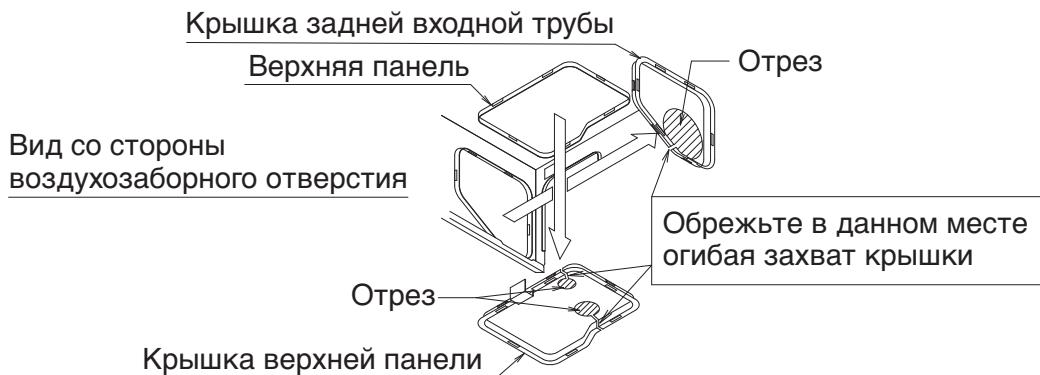
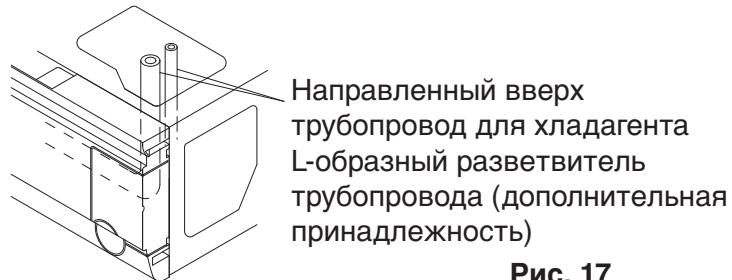
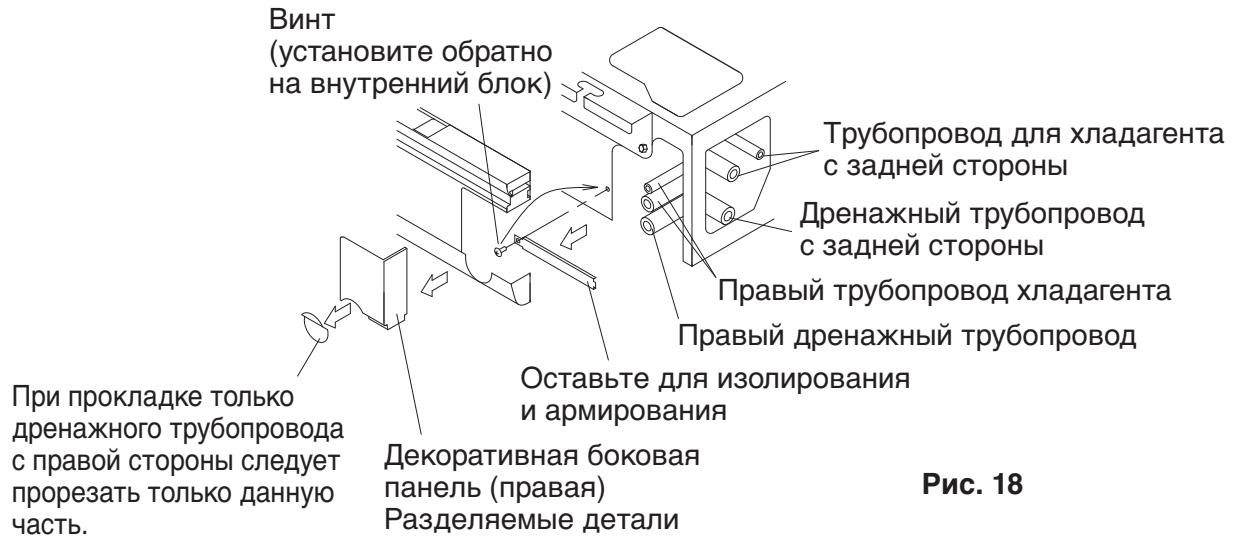
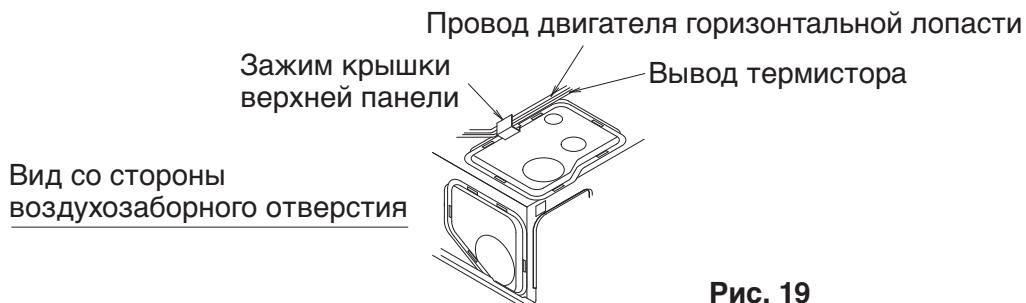

Рис. 16
Рис. 17
Рис. 18
Рис. 19
**(См. рис. 18)**
- Снимите заднюю крышку для доступа к трубопроводу и подсоедините патрубок. (См. рис. 16 и рис. 18)
- Снимите крышку для доступа к верхней панели и подсоедините трубопровод с помощью Г-образного переходника (опция). (См. рис. 16 и рис. 17)
- Удалите остатки упаковочного материала (в т.ч армирование) с правой стороны и установите винт обратно в отверстие на блоке. (См. рис. 18)
- Прорежьте выбивное отверстие в декоративной боковой панели (правой) и подсоедините трубопровод. (См. рис. 18)
Также, что касается крышки верхней панели, которая была снята ранее, проденьте провод электродвигателя горизонтальной заслонки и вывод термистора через зажим на крышке верхней панели и зафиксируйте их. (См. рис. 16 и рис. 19)
- Дренажный трубопровод допускается подсоединять следующим образом: Для правой задней/правой стороны см. **рис. 18** в разделе “6. РАБОТЫ С ТРУБОПРОВОДОМ ХЛАДАГЕНТА” а для левой задней/левой стороны см. **рис. 21**.